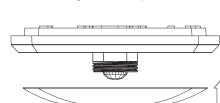

Figura 1
- Desatornille la tuerca de plástico y retire la pantalla de la lámpara (figura 1).